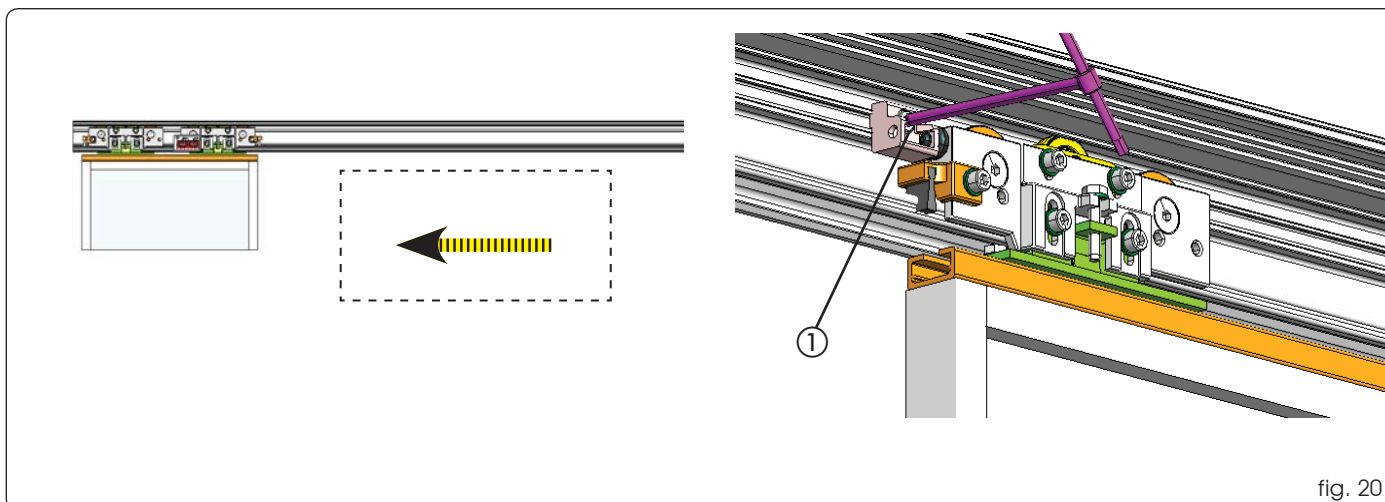

fig. 20
- Coloque la hoja o las hojas en posición de apertura (fig. 20), acerque el bloqueo mecánico al carro hasta que se toquen y bloquee de nuevo la tuerca de bloqueo (fig. 20 ref. ①).